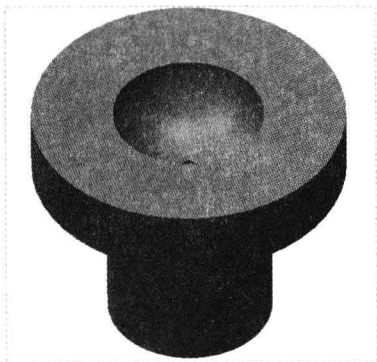

图 8-48 创建旋转实体槽特征
Step 06 选择“完成”选项，单击“开槽：旋转”对话框中的“确定”按钮，即可创建旋转实体槽特征，如图 8-48 所示。